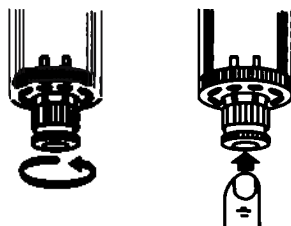

Рис. 7.22
- Один раз в неделю удаляйте воду, скопившуюся в стакане воздушного фильтра (рис. 7.22). Для этого выполните следующее (работа должна выполняться с ресивером под давлением):